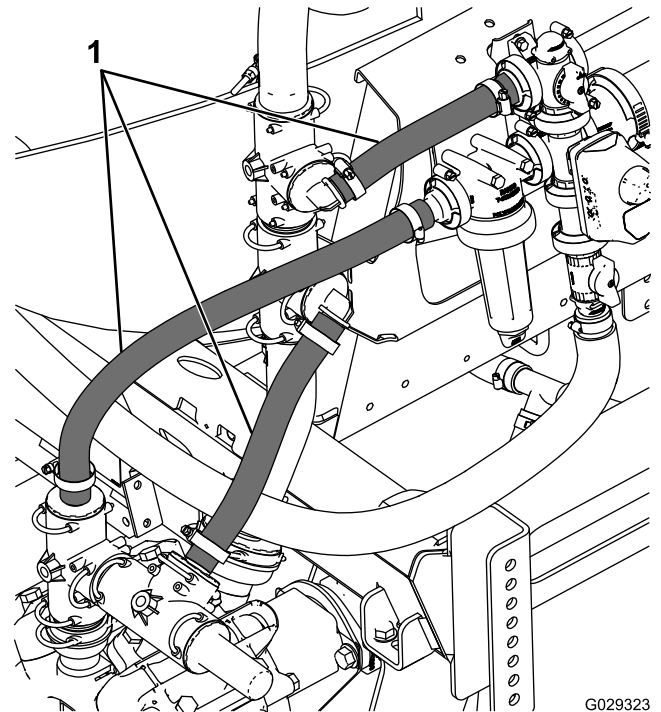

図 3
2. 図3に示す3本のホースを外して廃棄する。ただしリテーナピンは捨てない。